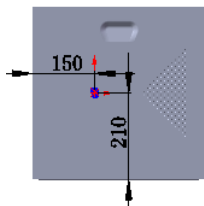

图 17.12.46 草图 (三)
(4) 编辑草图 (三)，如图 17.12.46 所示。退出草图环境，完成成形特征 3 的创建。